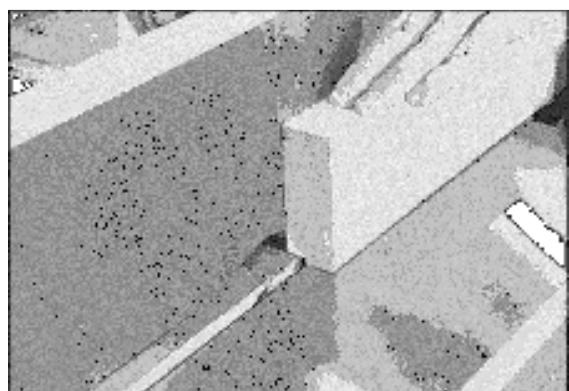

Рис. 22
Шпунт представляет собой канавку, прорезанную вдоль торца заготовки. См. Рис. 22. Ширина и толщина заготовки, предназначеннной для изготовления шпунта, зависит от ширины и длины самого шпунта. Однако, запрещается изготовление шпунта на заготовке длиной менее 300 мм.
- Подключите станок к источнику питания. Опускайте стол подачи на 0,80 мм за один проход. Продолжайте работу до тех пор, пока не будет получен шпунт нужной глубины. См. Рис. 22.